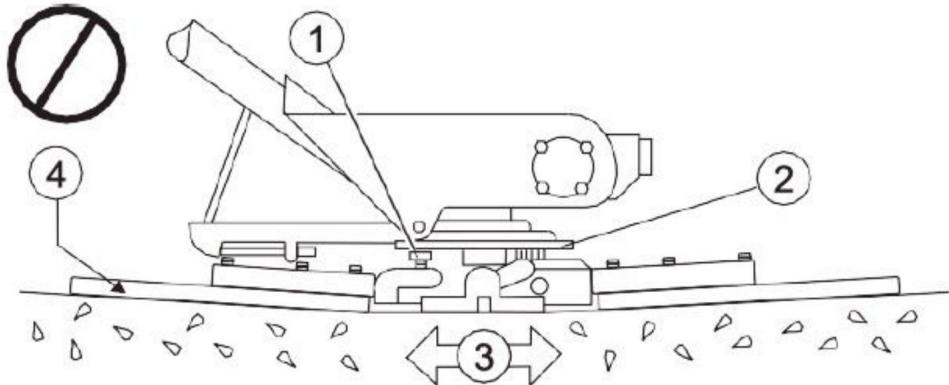

FIG.17
13.2.2 Plaats de messen zo vlak mogelijk. De stelbouten mogen allemaal nauwelijks contact maken met de onderste slijtplaats op de spiderbox. Als men geen contact maakt, zal bijsturing nodig zijn. (FIG.17,FIG.4).
### **13.2 Afstelling troffelarm vervolgd FIG.17 illustreert**